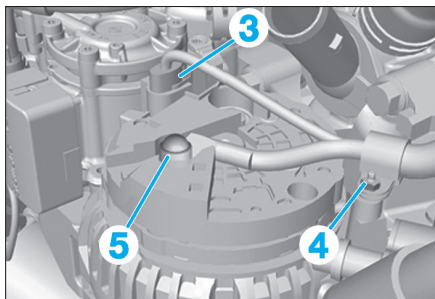

FIG. 11
- Débrancher le connecteur (3) (Fig.11).